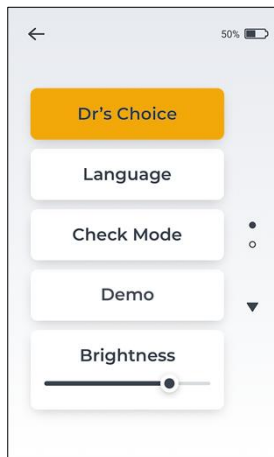
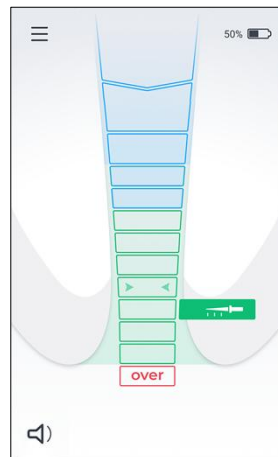

Abbildung 12
Abbildung 13
- Rufen Sie das Menü Einstellungen auf und tippen Sie auf die Registerkarte „Dr's Choice“ – siehe Abb. 12. „Dr's Choice“ färbt sich orange, während sie aktiviert ist, und die gewählte Apikallinie des Arztes erscheint auf dem Bildschirm – siehe Abb. 13.
- Um die vom Arzt gewählte Apikallinie zu deaktivieren, gehen Sie in das Menü Einstellungen und schalten Sie die „Dr's Choice“ aus, indem Sie auf die Registerkarte „Dr's Choice“ tippen – siehe Abbildung 12.